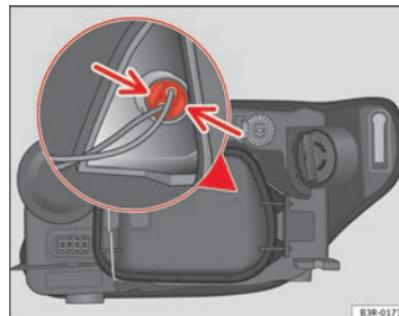

Fig. 197 Luzes de presença (lado exterior do veículo)
- Pressione ligeiramente as patilhas do porta-lâmpadas ⇒ página 275, fig. 197 e puxe para a tampa (também se pode extrair puxando pelos cabos do porta-lâmpadas).